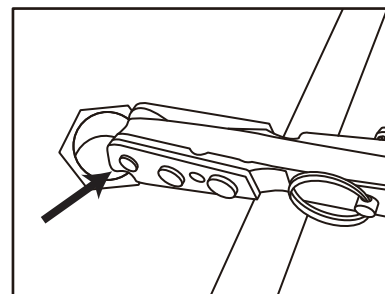
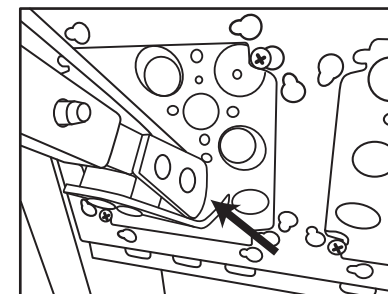

Figure 10
Figure 11
1. Placez le rendement du rouleau avant (7) contre le bord du conduit ou de la boîte de tirage (figure 10). Vous pouvez utiliser l'adaptateur de conduit amovible (8) (figure 11) pour verrouiller l'extracteur autour des petits conduits. L'utilisation de l'encoche sur le support du rendement du rouleau avant (7) permettra à l'utilisateur de fixer l'extension avant (6) au bord de la plupart des boîtes de connexions ou de commande. Démarrez l'extracteur en appuyant sur la gâchette de la perceuse de 18 volts. Le moteur de la perceuse fonctionnera en marche avant ou en marche arrière selon le sens de l'enroulement du câble sur le cabestan (1). Avant de tirer à haute vitesse, démarrez lentement le moteur de la perceuse à main pour enlever tout jeu.